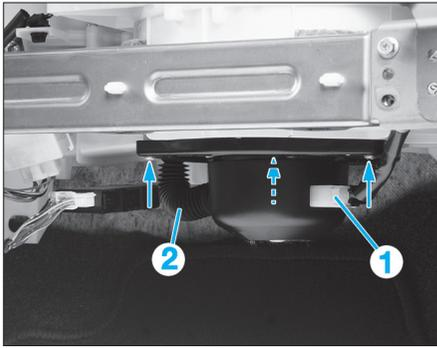

FIG. 10
- Débrancher le connecteur (1) d'alimentation du motoventilateur (**Fig.10**).
- Défaire le conduit (2).